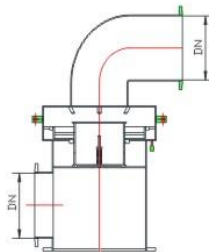

图 2
- 2、基本尺寸：水力压差活塞式双向调压塔的基本尺寸如图 2和表 1所示